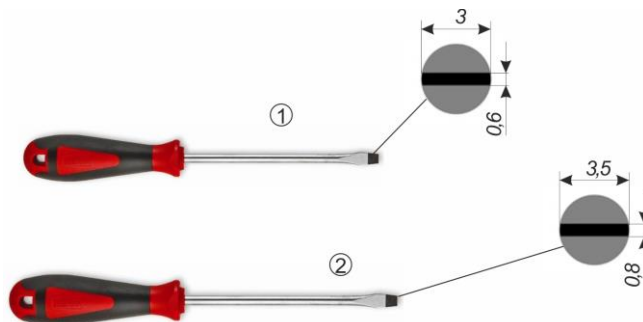

Рисунок 4.4 – Размеры шлицов отверток типа SL 0,6х3 мм (1) и SL 0,8х3,5 мм (2) соответственно
Подключение внешних цепей осуществляется с помощью соединения под винт на разъем-клеммах. Для надежного подключения рекомендуется использовать отвертки типа SL 0,6x3 мм и SL 0,8x3,5 мм для разъемов SH220R-3.81 и SH230R-5 соответственно (см. рисунок 4.4).
4.3.6.2 В окне редактирования параметров нажать кнопку "Блок сетевого обмена" (см. рис. 4.4).